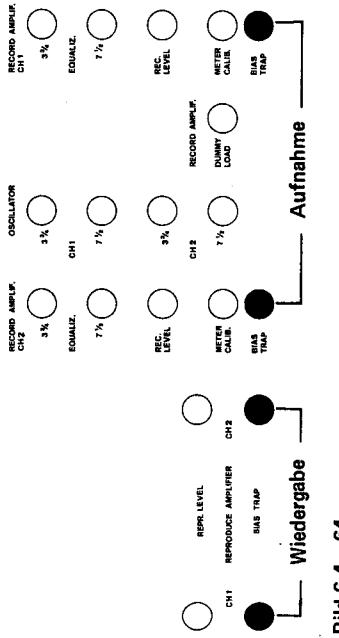

Bild 6.4.-64
- An BIAS TRAP CH I und CH II Spannungsminimum einstellen : $< 300 \text{ mV}$. (Bild 6.4.-64)
- Unter den gleichen Bedingungen wie 6.4.3., Röhrenvoltmeter jedoch am OUTPUT-Ausgang CH I und CH II anschliessen und BIAS TRAP der Wiedergabeverstärker auf Spannungsminimum einstellen : $< 50 \text{ mV}$ (Bild 6.4.-64)